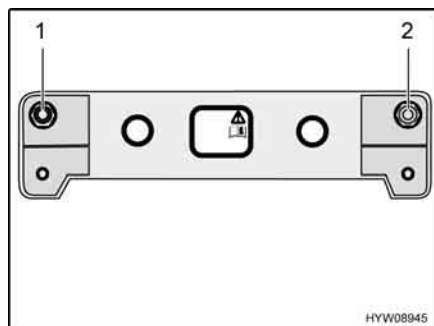

Fig. 14 Valvole di riempimento di emergenza
Nel vano motore sono installate due valvole di riempimento di emergenza (Fig. 14,1 e 2) su una lamiera di sostegno. Queste valvole sono collocate in modo che in base alla loro posizione (nel senso di marcia) possano essere associate ai lati delle molle pneumatiche. Inoltre sono contrassegnate.
- Riempire uniformemente con aria compressa le valvole di riempimento di emergenza (Fig. 14,1 e 2) presenti su entrambi i lati, fino al raggiungimento del livello di marcia normale del veicolo.